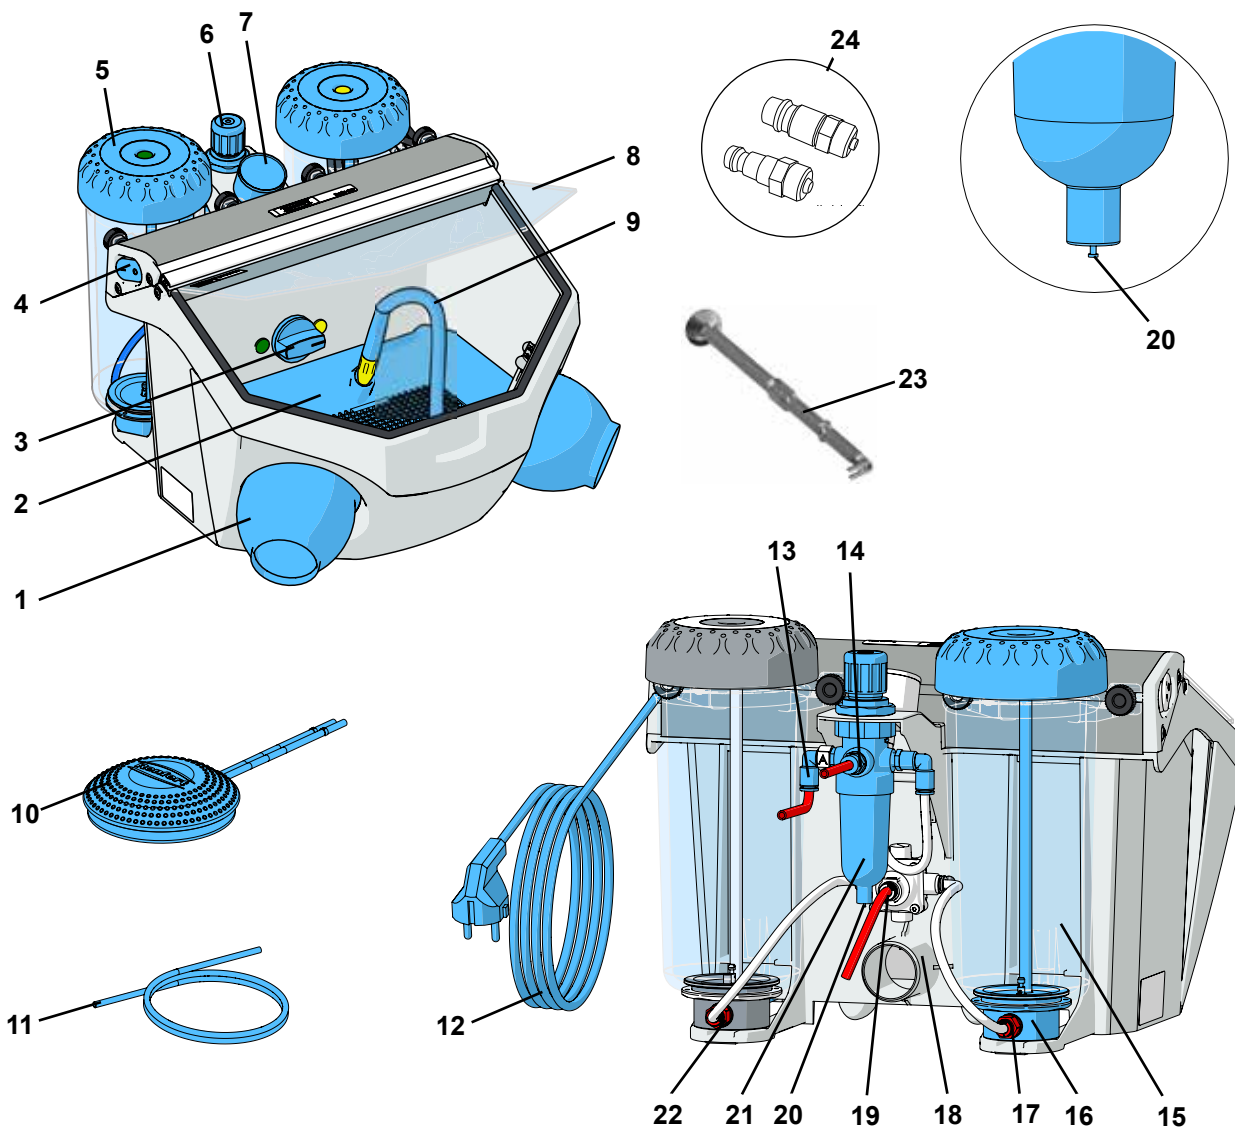

Fig. 1
- ⇒ Odwinąć przewód zasilający (12, Rys. 1).
- ⇒ Wąż wyciągu włożyć do rury dla wyciągu (18).